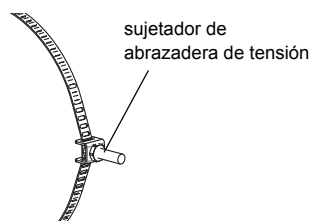
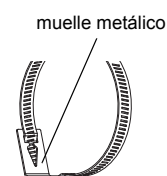

Fig. 9.11: Abrazadera de tensión con sujetador de abrazadera de tensión
Fig. 9.12: Abrazadera de tensión con muelle metálico
- Hacer pasar la abrazadera de tensión a través del sujetador de abrazadera de tensión (véase Fig. 9.11).
- Hacer pasar la abrazadera de tensión a través del sujetador de abrazadera de tensión y el muelle metálico (véase Fig. 9.11 y Fig. 9.12).